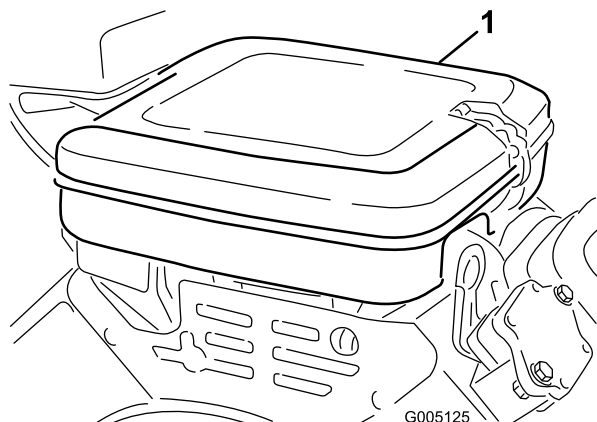

Figure 47
1. Ouvrez les clips de verrouillage et enlevez le couvercle du filtre à air (Figure 47). Nettoyez soigneusement le couvercle.